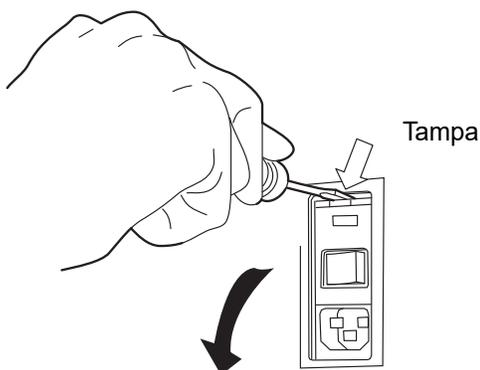

Figura 4-30 Retirar a tampa de acesso aos fusíveis
4. Servindo-se de uma pequena chave de fendas #1, levante cuidadosamente a tampa do módulo de fornecimento de corrente (Figura 4-30).